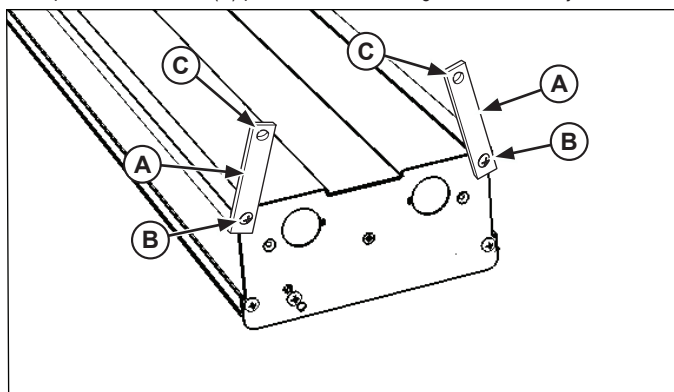

Figura 4. Instalación de montaje en cadena.
1. La unidad se despacha con lengüetas de montaje (A) situadas en cada uno de sus extremos. Para las unidades de más de 1.8 m (72") de largo, se deben usar tres (3) puntos de montaje correspondientes a los dos extremos y el centro del calentador. Consulte la Figura 4.
2. Afloje los tornillos (B) que sujetan las lengüetas de montaje en su lugar, pero no los retire. Gire la lengüetas (A) hasta una posición vertical y luego una la cadena a los orificios (C). La cadena debe soportar uniformemente cada lado de cada extremo de la unidad.
5. Apriete los tornillos (B) para afianzar las lengüetas de montaje.